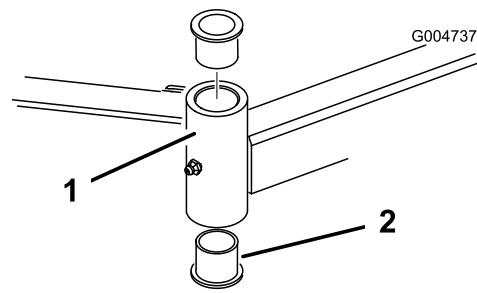

Bild 111
4. Stecken Sie einen Dorn oben oder unten in das Befestigungsrohr und treiben die Büchsen heraus (Bild 111).